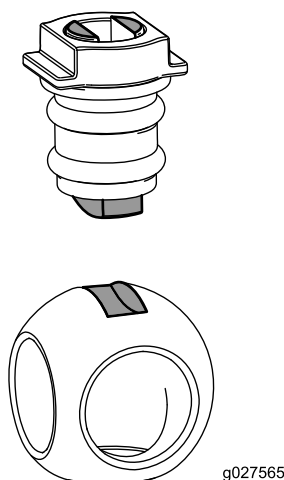

Figura 142
6. Introduza a bola no corpo da válvula (Figura 142).
Nota: A haste da válvula deve encaixar dentro da ranhura de acionamento da bola. Se a haste da válvula não encaixar, ajuste a posição da esfera (Figura 142).